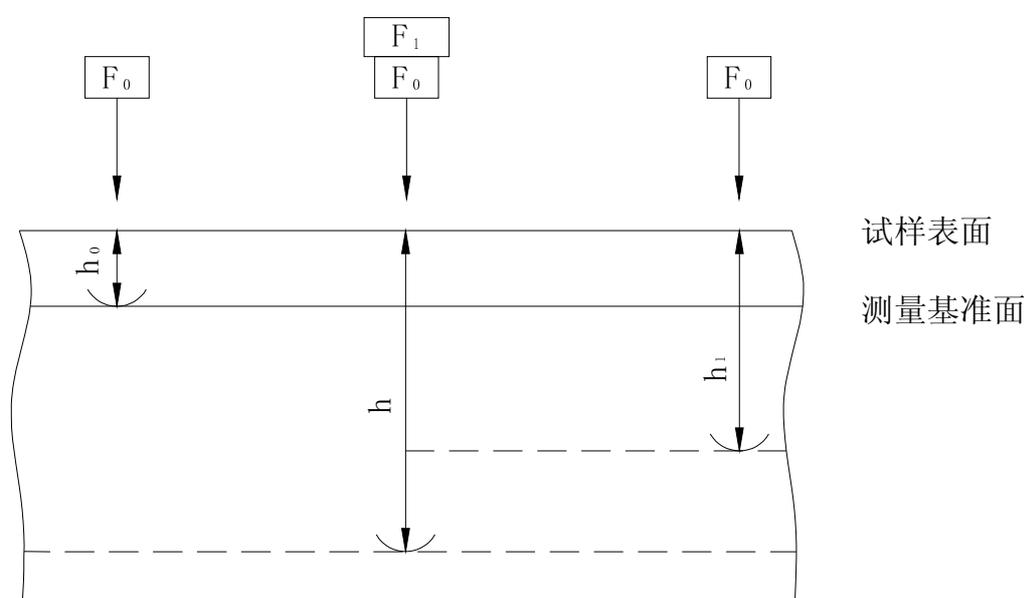

图 1 洛氏硬度试验原理图
1.2 洛氏硬度的试验原理：用金刚石圆锥体压头或一定直径的钢球压头，在初试验力 F_0 和主试验力 F_1 先后作用下，压入试样表面，保持一定时间，卸除主试验力，保留初试验力，此时的压入深度为 h_1 ，在初试验力作用下的压入深度为 h_0 ，它们之差 $e(h_1-h_0)$ 来表示压痕深度的永久增量。每压入 0.002mm 为一个洛氏硬度单位。（图 1）